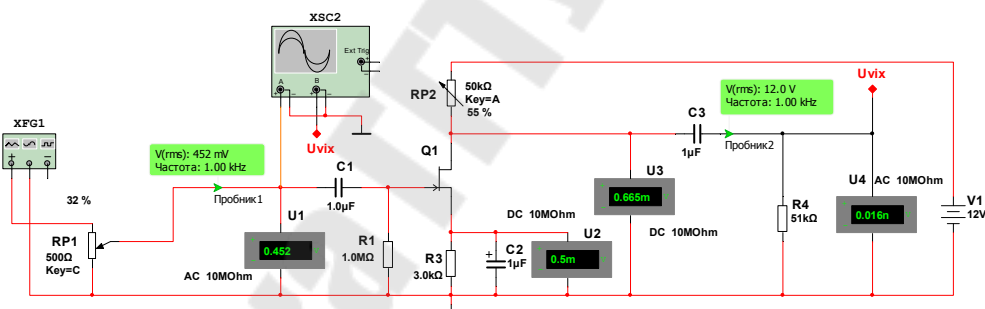

Рис. 3.1. Усилительный каскад на полевом транзисторе, включенном по схеме с общим истоком
1. Собрать схему усилителя напряжения, включив полевой транзистор по схеме с общим истоком (рис. 3.1). На рис. 3.1 обозначено: V1 – источник постоянного напряжения; Q1 – полевой транзистор; RP1 – потенциометр для регулировки входного напряжения; RP2 – нагрузочное сопротивление в цепи стока; R1 – резистор смещения затвора; R3 – резистор обратной связи; R4 – сопротивление нагрузки; C2 – шунтирующий конденсатор; C1, C3 – разделительные конденсаторы; U1, U2 – вольтметры переменного тока; U2, U3 – вольтметры постоянного тока; XFG1 – функциональный генератор; XSC1 – осциллограф.
3. Привести осциллограммы напряжений в точках подключения осциллографа, указанных на рис.3.1. Обратит внимание на фазу напряжения на входе и на выходе усилителя. Определить коэффициент усиления схемы по напряжению.